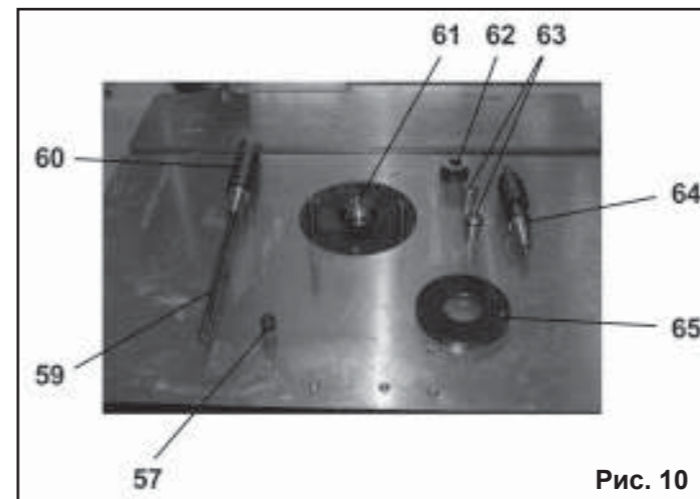

Рис. 10
8.5.1. На станке предусмотрена замена вставки шпинделя (60 или 64) или установка цангового зажима для установки фрез (66) с цилиндрическим хвостовиком, Рис. 10, 12.
8.5.2. Ключом (не комплектуется) открутите на два – три оборота гайку (57), Рис.9. Лёгкими ударами деревянного молотка по гайке (57) выведите из посадочного места конус вставки шпинделя (60), Рис.9,10. Скрутите гайку (57) Рис.9. Извлеките шпиндельную вставку (60) со шпилькой (59), Рис.10. Шпильку (59) выкрутите из вставки шпинделя (60) Рис.10.